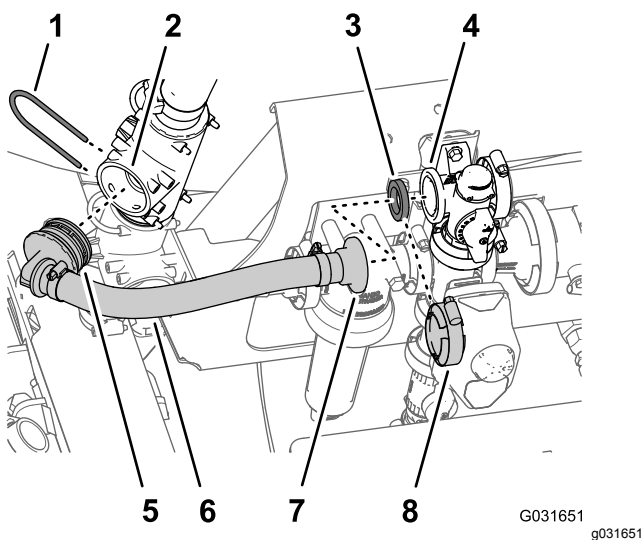

Bild 219
4. Fluchten Sie das gezahnte 90°-Anschlussstück des neuen Rührwerküberlaufschlauchs (Toro Bestellnummer 131-9649) mit dem offenen Anschluss im oberen T-Anschlussstück aus. Setzen Sie das 90°-Anschlussstück ein, bis es fest im T-Anschlussstück sitzt (Bild 219).
6. Fluchten Sie das gerade Flanschanschlussstück des neuen Rührwerküberlaufschlauchs (Toro Bestellnummer 131-9649) und die Dichtung mit dem Flansch des Sicherheitsventils aus (Bild 219).